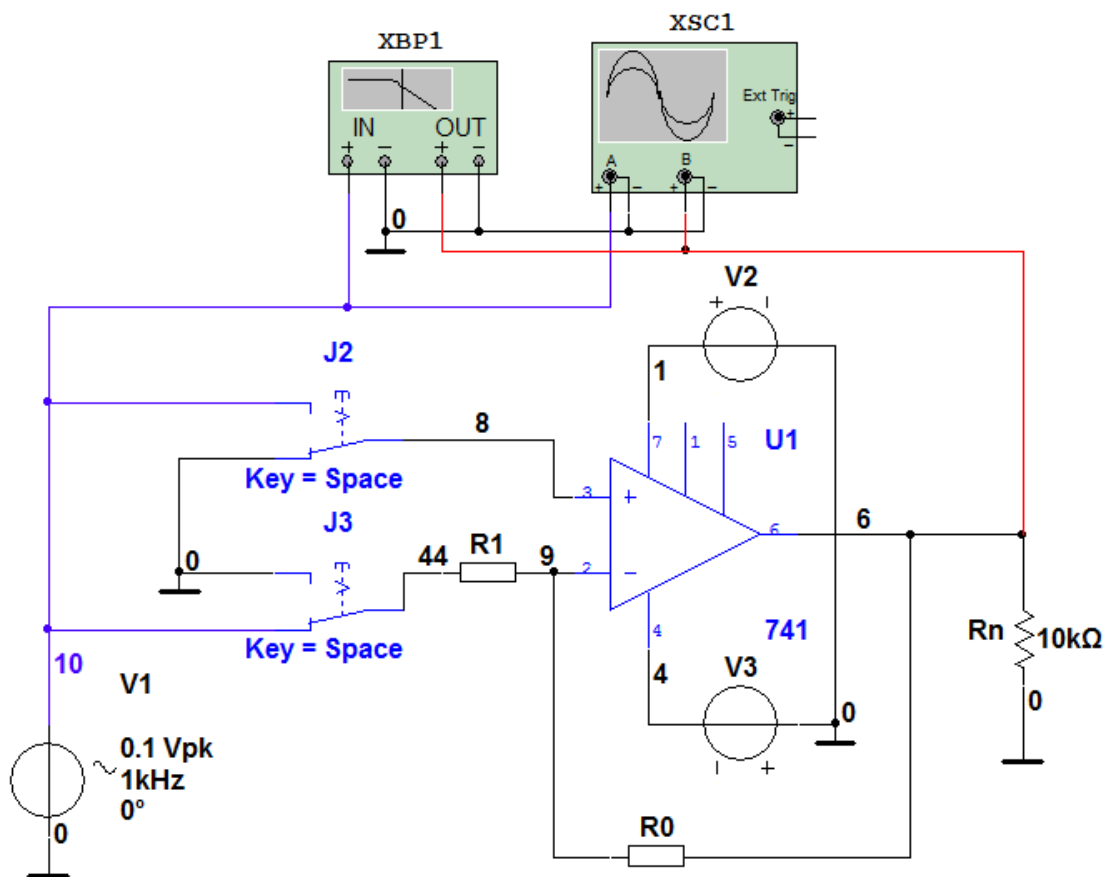

Рисунок 10 Схема для исследования инвертирующего и неинвертирующего усилителей
2.1 Собрать схему (рис. 10) или использовать готовую модель (OU-2.ms10).
3.1 В схеме, представленной на рис. 10, переключатели J2 и J3 установить в верхнее положение, что соответствует неинвертирующему режиму работы ОУ. Напряжения источников питания (V_2 , V_3) и номиналы резисторов (R_0 , R_1) оставить без изменения (см. пункт 2.1).